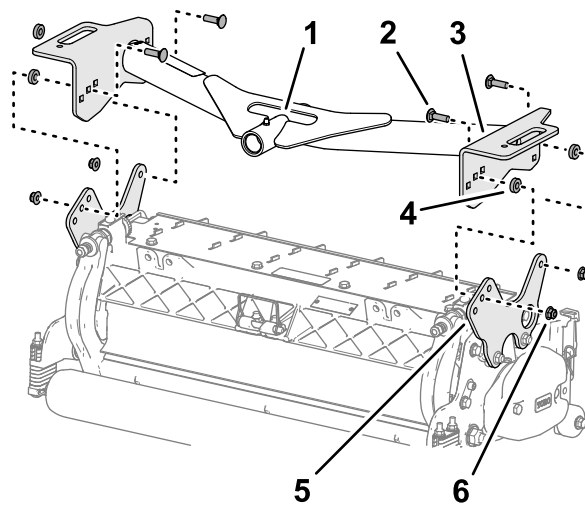

図 19
1. 前キャリアフレームのプレート穴を、カッティングユニットの取り付けプレートの穴に合わせる図 19。
2. スペーサをキャリアプレートと取り付けプレートの間に合わせ図 19、プレートとスペーサを仮止めするキャリッジボルト $\frac{3}{8}$  x 1 $\frac{1}{4}$ "、ワッシャ、フランジロックナット $\frac{3}{8}$ "を使用する。